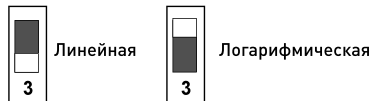

Рисунок 2. Положения DIP-переключателей.
- 3.6. Установите частоту ШИМ и кривую диммирования с помощью DIP-переключателей на корпусе устройства [рисунок 2].